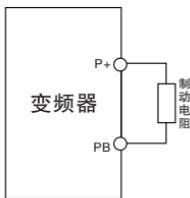

图10-1 制动电阻的安装
7.5kW及以下规格HDVC系列变频器的制动电阻连接如图10-1所示。